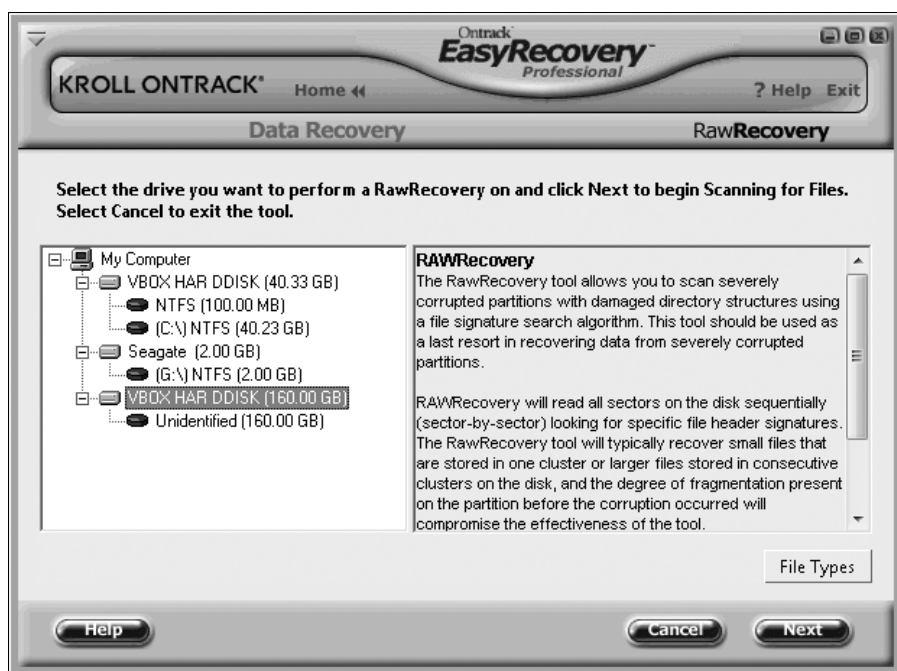

Рис. 6.2. Выбор диска
1. Нажмите кнопку **Data Recovery** (Восстановление данных), а затем щелкните на ссылке **Raw Recovery** (Восстановление сырых данных), появившейся в рабочей области окна. Появится первая страница мастера (рис. 6.2).